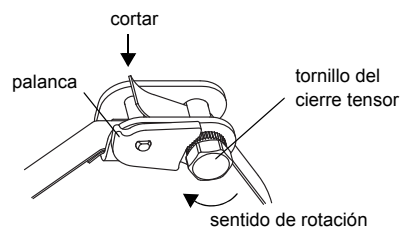

Fig. 9.43: Cierre de trinquete con abrazadera de tensión
- Cortar la parte sobresaliente de la abrazadera de tensión (véase Fig. 9.43).
¡Nota! Para soltar el tornillo y la abrazadera de tensión, presione la palanca hacia abajo (véase Fig. 9.43).